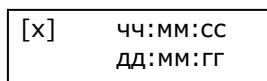

рис.2
6.1.9 Подготовка к работе осуществляется следующим образом – откройте батарейный отсек адаптера и установите элементы питания, закройте батарейный отсек. Включите адаптер, дождитесь появления на индикаторе сообщения вида (рис.2):
Выключите адаптер, соедините адаптер с теплосчетчиком при помощи кабеля (см. рис. ПА.2 приложение А). Включите адаптер и дождитесь на экране сообщения вида (рис.2). Нажмите одновременно кнопки «вправо» и «влево», после чего появится сообщение: «Считать данные Да ▸ Нет ◀ ». При выборе «Да» - появляется сообщение «Чтение данных» и индикатор чтения. По завершению операции чтения появится окно вида рис.2. Данные считаны в блок номер [x] и могут быть переданы в компьютер.
Подключите адаптер к компьютеру при помощи кабеля внешнего интерфейса адаптера (поз. 1 на рис. ПА.1). Запустите на компьютере программу считывания данных. В меню **Настройка** установите номер используемого порта. Включите адаптер и дождитесь появления на индикаторе сообщения вида рис. 2. Запустите считывание